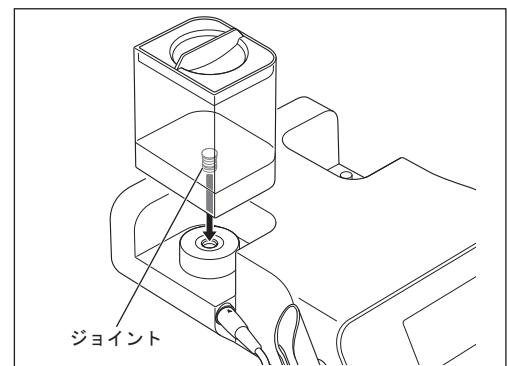

図13
- 3) 注水ボトルのふたをしっかりと閉め、注水ボトル接続部にボトルのジョイントをまっすぐ挿し込みます（図13）。